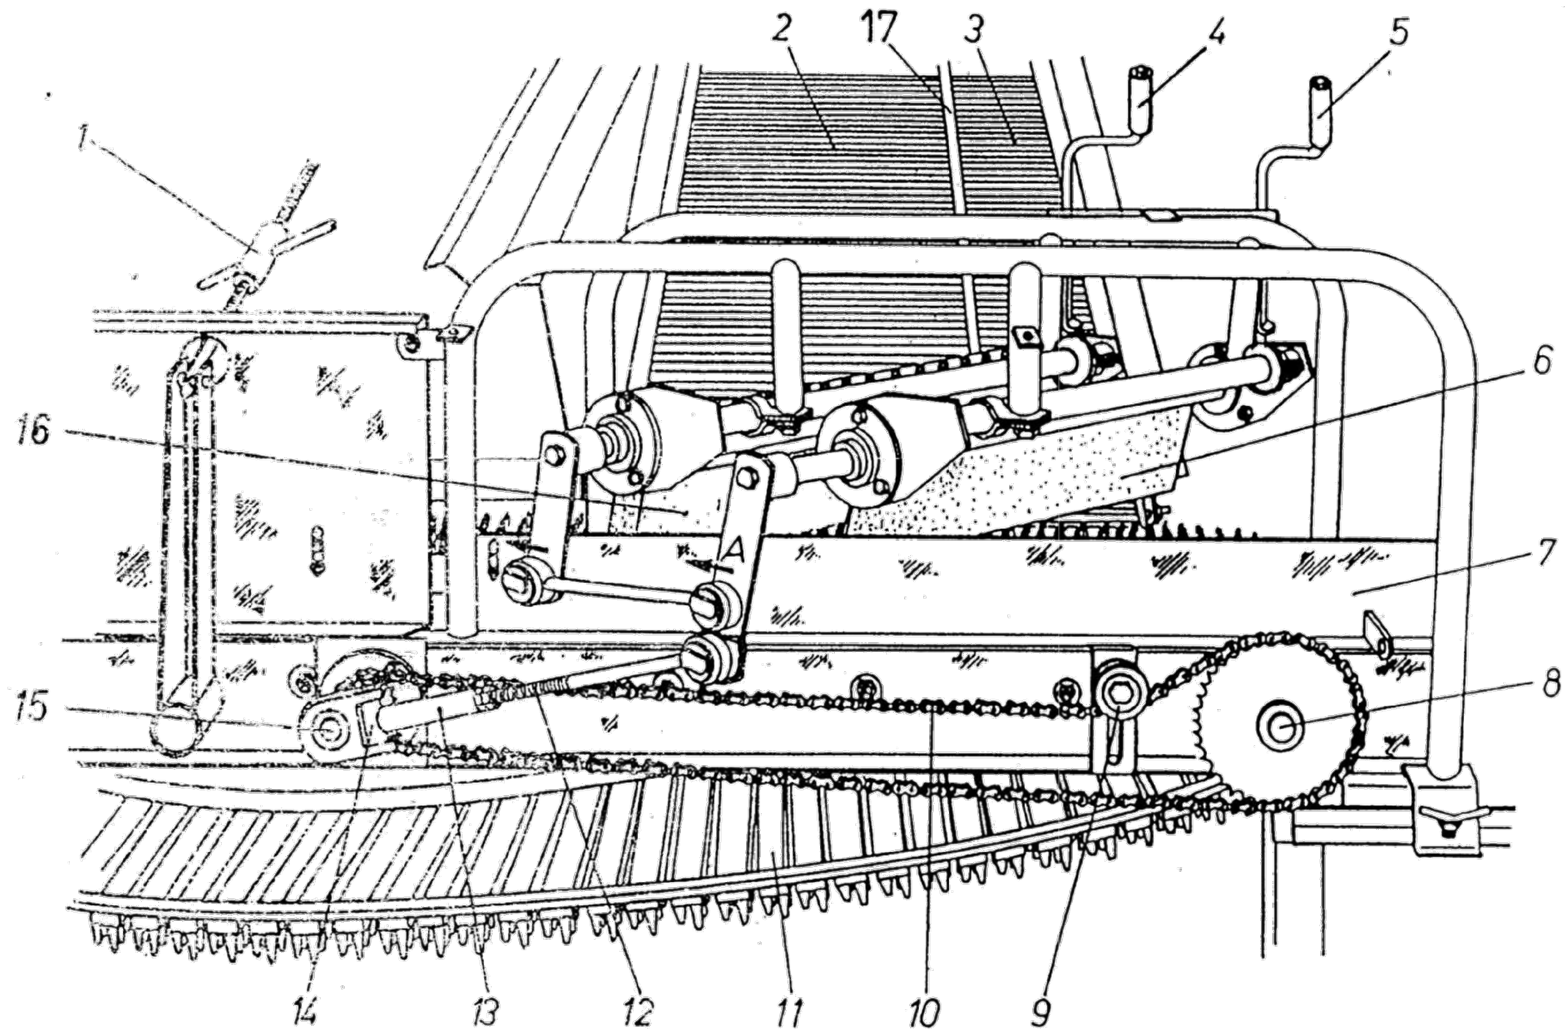

Abb. 26. Schmutzabscheider
- Regulierung der Stellung des Abstreifers 16 sowie des Riegels 6 des Schmutzabscheiders durch Betätigung der Kurbeln 4 und 5 (Abb. 26);
Um den Verlust von kleinen Knollen zu mindern, ist der Lastträger durch Eindrehen der Spannschlösser 1 (Abb. 26) zu kürzen. Eine Neigung des Abscheiders im Plusgrad-Bereich erleichtert die Zuführung der Kartoffeln auf den Auslesetisch. Empfehlenswert ist, mit horizontal positioniertem Abscheider zu arbeiten, die Verunreinigungen werden besser abgeschieden. Einstellbereich des Neigungswinkels vom Abscheider liegt zwischen $\pm 5^\circ$. Das Herausdrehen des Spannschlösses verhindern Stifte, die in die Schrauben des Lastträgers eingeschlagen sind.
Die Spalte zwischen dem Fingerband 11 (Abb. 26) und dem Abstreifer 16 ist mit der Kurbel 4 zu regulieren. Sind die Knollen groß, ist die Spalte zu vergrößern, damit mehr Verunreinigungen abgesondert werden. Die Spalte zwischen dem Fingerband und dem Flachschieber 6 mit der Kurbel 5 einstellen. Die Spalte so einstellen, dass keine Knollen, die größer als 25 mm sind, verloren gehen.
Die Länge der Zugstange 12 so einstellen, dass der Abstreifer und Flachschieber von der vertikalen Stellung nur in der auf der Abb. 26 bestimmten Richtung A abweichen.
Tabelle 5 [zu Abb. 26]